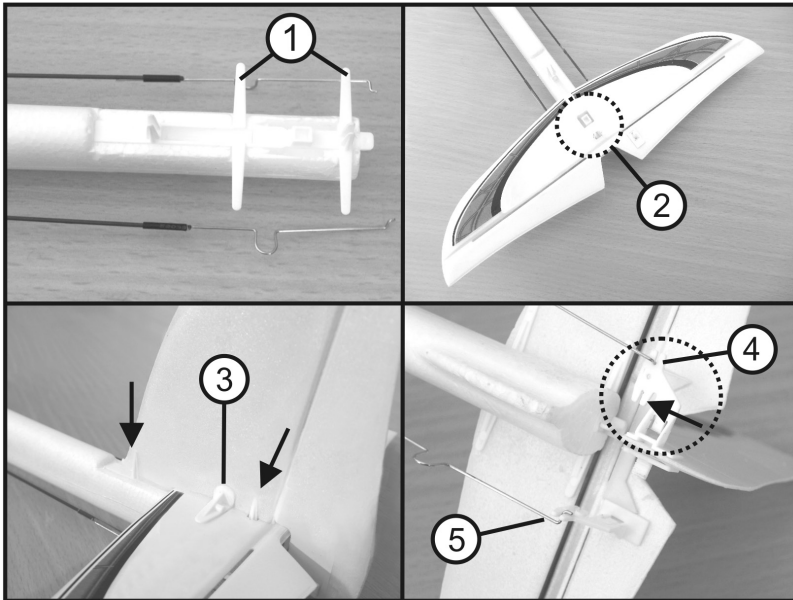

Figure 5
Insérez avec précaution la gouverne de profondeur (2) dans le support de la gouverne de profondeur (1), voir figure 5. Le décor pointe ici vers le haut, le levier articulé de la gouverne vers le bas.
Glissez avec précaution la gouverne de direction dans les supports prévus à cet effet (voir figure 5, n° 3 et flèches). Le raccord des empennages (figure 5, n° 3) doit s'enclencher de manière perceptible dans le support de la gouverne de profondeur (figure 5, n° 1).
Montez les tringleries sur la gouverne de direction (figure 5, n° 4) ou sur la gouverne de profondeur (figure 5, n° 5). Pour ce faire, vous devez respectivement clipser avec précaution le fil d'asservissement à l'extérieur dans les guignols de gouverne des gouvernes de direction et de profondeur à l'aide d'une pince pointue. Les pilotes expérimentés, qui souhaitent des débâtements plus importants au niveau des gouvernes de direction et de profondeur, peuvent respectivement clipser les fils d'asservissement à l'intérieur (voir flèche au n° 4).